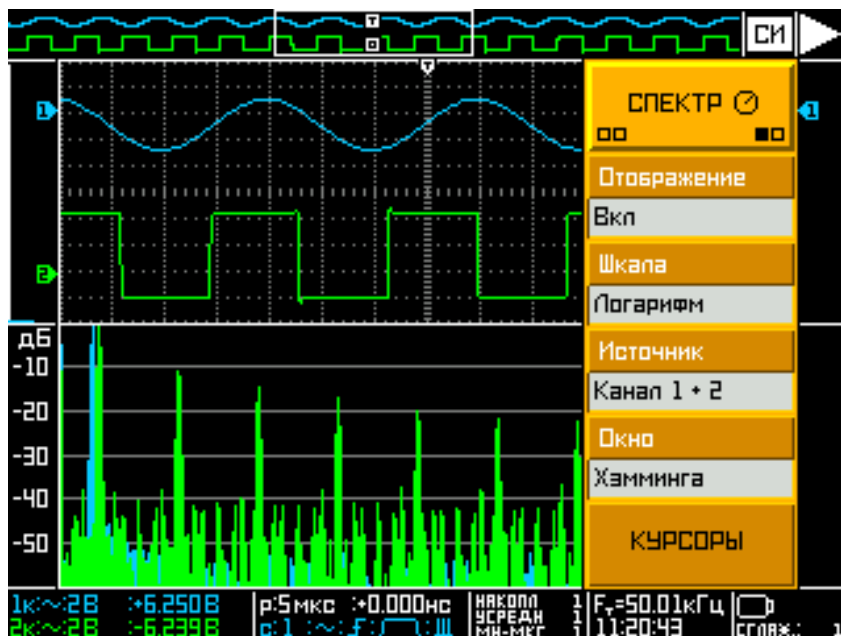

Рисунок 3.3 – Окно "СПЕКТР" - режим спектрального анализа (Пример)
- **"СПЕКТР"**. Состоит из двух страниц, включающие следующие пункты (рисунок 3.3):
- 3) **"Источник"**. Выбирает источник сигнала (канал 1 (2));